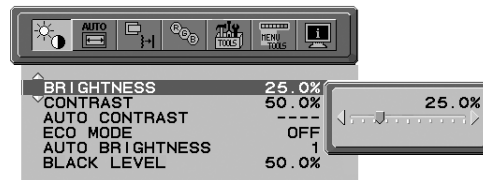

Abbildung 3
2. Stellen Sie den gewünschten Grad für DUNKEL ein. Auf diesen Wert schaltet der Monitor bei geringer Umgebungshelligkeit um. Sorgen Sie beim Einstellen des Wertes dafür, dass der Raum so dunkel wie möglich ist. Verschieben Sie dann den Cursor mit den Tasten auf der Vorderseite nach oben auf die Einstellung „HELLIGKEIT“. Wählen Sie die gewünschte Helligkeit (**Abbildung 3**).